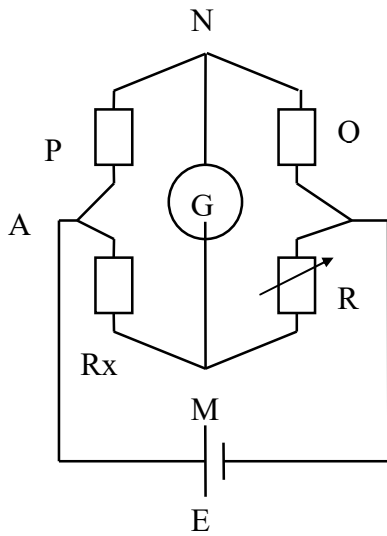

Fig. 1: Pont de Wheatstone
Le pont de Wheatstone est montré dans la figure 1. IL est constitué de quatre résistances formant un losange dont l'une des diagonales contient un galvanomètre (ou tout appareil de détection de zéro) qui est utilisé pour la détection d'équilibre du pont. Un générateur de tension continue alimente l'ensemble, placé à l'extérieur des deux autres sommets du losange.
- Réaliser le montage de la figure 1.